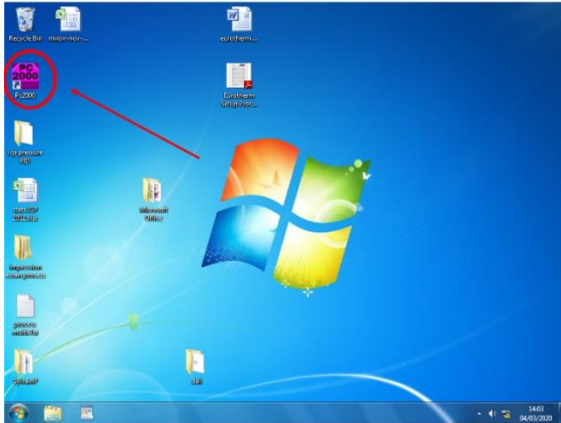

Figure 10 : PC 2000
- 3) Activer l'icône PC 2000 (*Figure 10*)